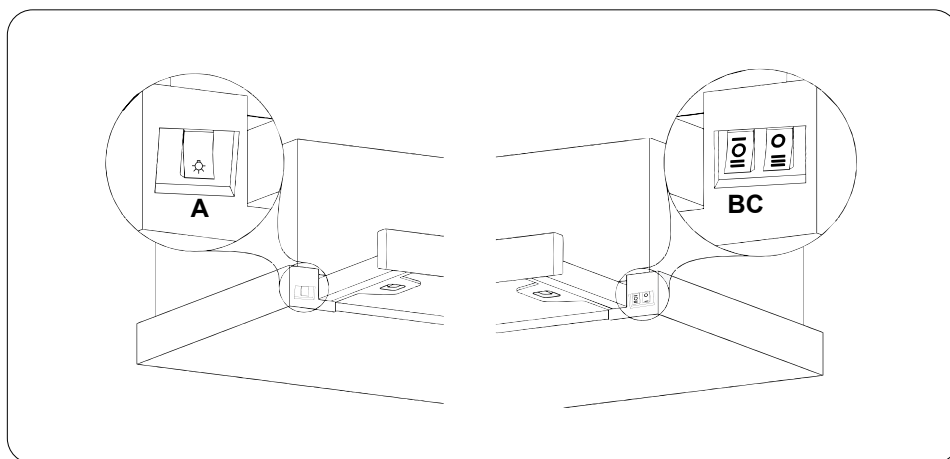

Fig. 18:
1. För att ställa in enheten på första nivån, ställ nyckeln till läge  (Fig. 18/B).
2. För att ställa in enheten på andra nivån, ställ nyckeln till läge  (Fig. 18/B).
3. För att ställa in enheten på andra nivån, ställ nyckeln till läge  (Fig. 18/C).
4. Vrid på/av-knappen på kontrollpanelen till , för att stänga av enheten (Fig. 18/ C)
5. Slå på lampan med på/av-knappen  (bild 18/A).